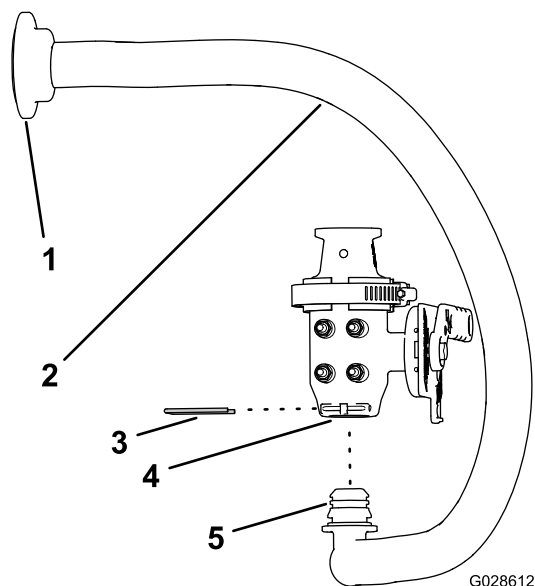

Figure 18
- Placez le raccord à 90° du flexible d'alimentation du mélangeur dans l'orifice inférieur de la vanne de mélange (Figure 18).
- Fixez le raccord coudé à la vanne à l'aide du dispositif de retenue (Figure 18).